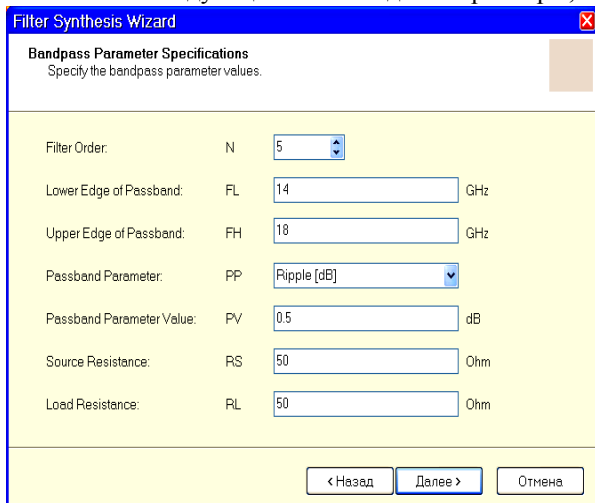

Рис. 7.53
4. В следующем окне введите параметры, определяющие полосу пропускания, как показано на рис. 7.53, и нажмите **Далее**.